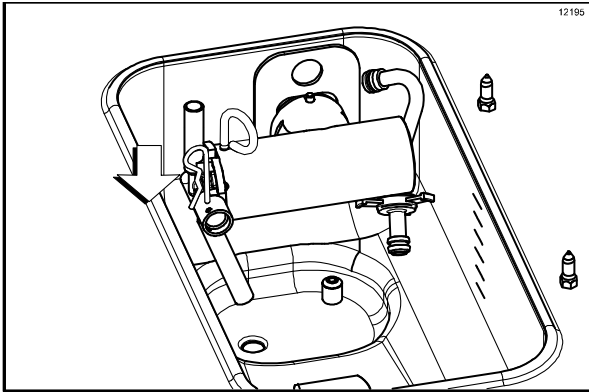

Abbildung 161
17. Den Splint von der Pumpe abziehen. Produktzulaufrohr in die Ecke des Vorratsbeckens stellen. Den Splint wieder in das Auslass-Anschlussstück der Pumpe einsetzen. (Siehe Abbildung 161.)